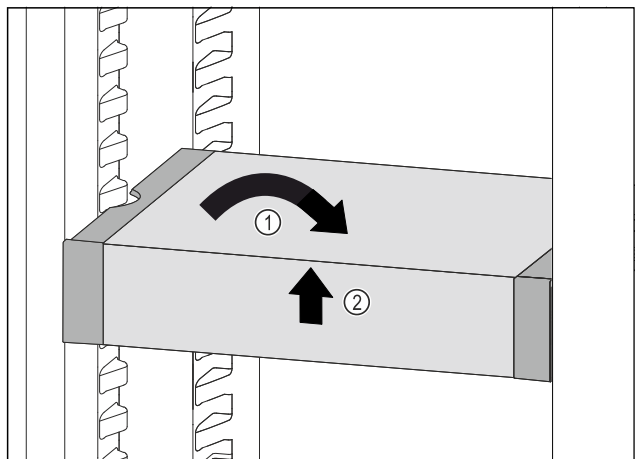

Fig. 134
- Predal VarioSafe postavite ravno. Fig. 134 (1)
- Predal VarioSafe dvignite spredaj. Fig. 134 (2)